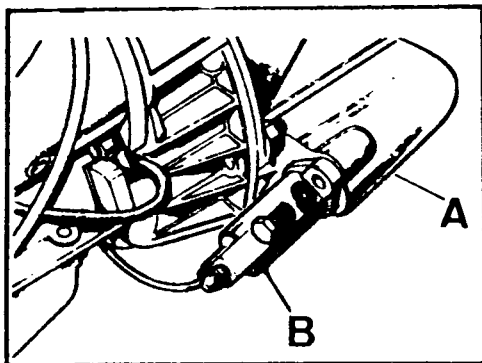

Fig. C1-17 Cilindro auxiliar
- 1.9. Separar del cárter de embrague el cilindro auxiliar (Fig. C1-17).